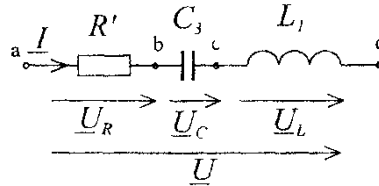

Рис.1. Схема последовательного соединения элементов
1. На рис.1. изображена схема последовательного соединения элементов цепи синусоидального тока
где U_{LC} - напряжение на элементах L и C (т.е. между точками b и d на рис. 1).